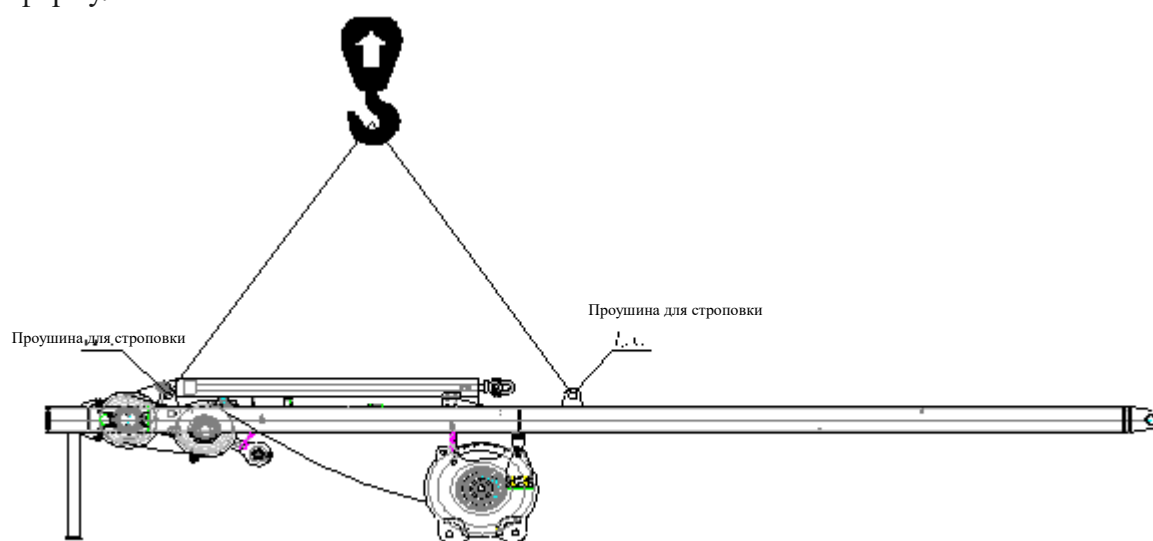

Рисунок 3-7 Строповка интегрированных транспортных компонентов подъемной системы
1. Поместите строп на подъемные точки интегрированных транспортных компонентов (рисунок 3-7), используйте вспомогательный кран, чтобы поднять интегрированные транспортные компоненты подъемной системы и осторожно переместите его в положение установки на поворотной платформе и медленно опустите на поворотную платформу.